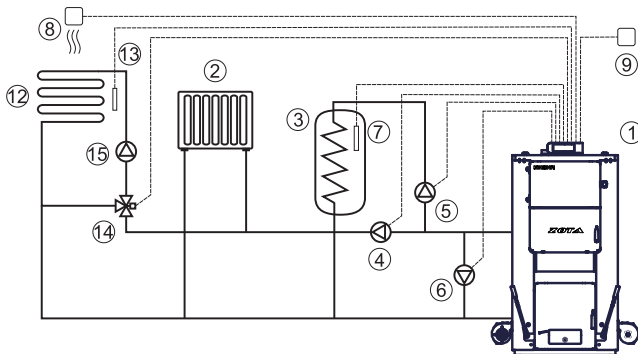

Рис.7 Упрощенная схема подключения котла с узлом рециркуляции
7.4.6. Во избежание конденсации продуктов сгорания в котле и повышения долговечности котла и дымохода, отопительный котел должен быть оборудован рециркуляционной системой или смесительным устройством, поддерживающим температуру теплоносителя на входе в котел выше 65°C, (см. рис.7; 8; 9).